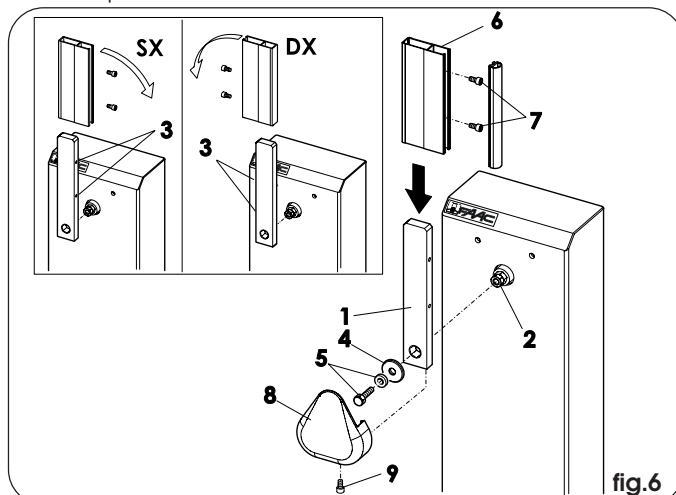

fig.6
- 5) Assembler la bride (fig.6-réf 1) en position verticale, sur l'arbre (Fig.6-réf 2) en vérifiant que les trous de fixation (fig. 6 - réf. 3) à la lisse se trouvent du côté de la fermeture.
Positionner la rondelle (Fig.6-Réf.4) et exécuter l'opération de serrage de la vis et de la rondelle grower correspondante (Fig.6-réf 5).
- 6) Introduire verticalement la lisse (fig. 6 - réf. 6) sur la bride (fig. 6 - réf. 1) et la fixer avec les vis fournies (fig. 6 - réf. 7).
- 7) Appliquer le couvercle de protection (fig.6 réf. 6) sur la bride (fig. 6 - réf. 6) et le fixer au moyen des vis fournies (fig. 6 - réf. 1).